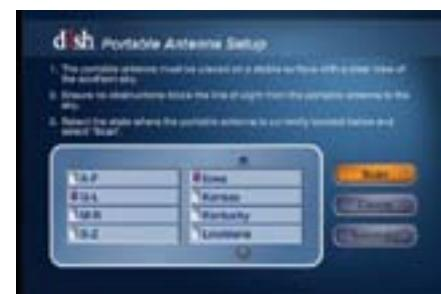

Figura 2A
- 2 En el paso 2 del Asistente para la instalación, la unidad tendrá que adquirir satélites y actualizar el receptor (véase la Fig. 1). Este paso requerirá de una búsqueda iniciada por la pantalla de Instalación móvil. Dependiendo de la fecha de fabricación de su receptor, se utilizarán ya sea la figura 2A o 2B. Llene la información requerida y seleccione "Scan (Buscar)" para iniciar la rutina de búsqueda.